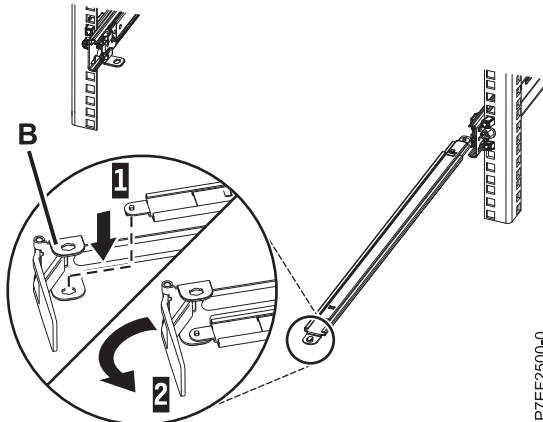

Figura 10. Fixando o Suporte de Parada da Organização de Cabos no Braço do Suporte
3. Localize o orifício no canto da parte inferior do suporte de parada de organização de cabos em forma de L **(B)**. Posicione a extremidade não conectada do braço do suporte de forma que a presilha de travamento no lado inferior de sua ponta seja alinhada com o orifício do suporte. Insira a aba no furo **(1)** e gire o suporte **(2)** para prendê-lo ao braço de suporte. Para obter detalhes, consulte Figura 10.